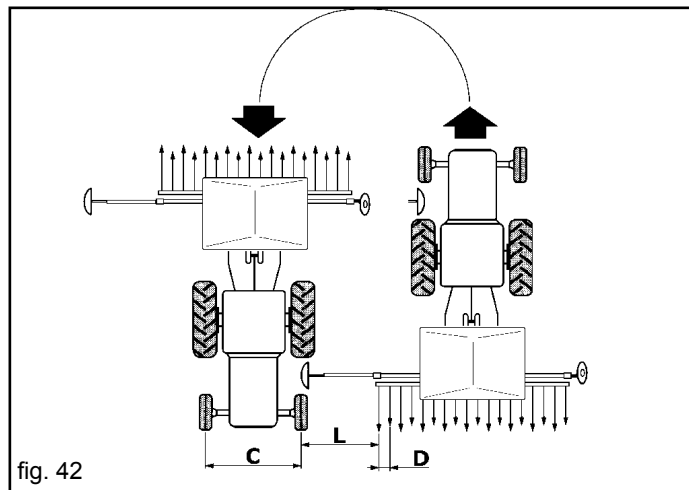
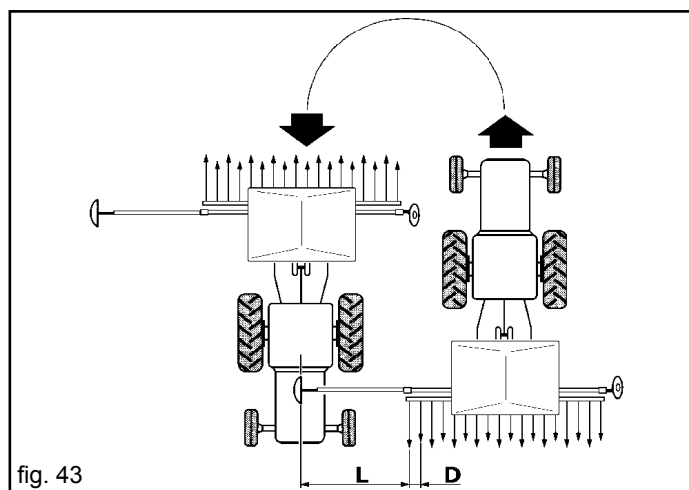

fig. 42
fig. 43
- **Mod. 400/450:** Traceur avec trace **sur la roue du tracteur** à repli oléodynamique (Fig. 42);
- **Mod. 500/600:** Traceur avec trace **au centre du tracteur** et repli oléodynamique à l'intérieur de l'encombrement du semoir (Fig. 43).
Quand le tracteur aura terminé la course et invertit la marche, on procédera en courant sur la ligne de référence avec une des **roues avant** (Fig. 42) ou avec le **centre du tracteur** (Fig. 43) selon le traceur utilisé. A chaque nouveau passage, le semoir devra tracer une ligne de référence du côté opposé au passage précédent.